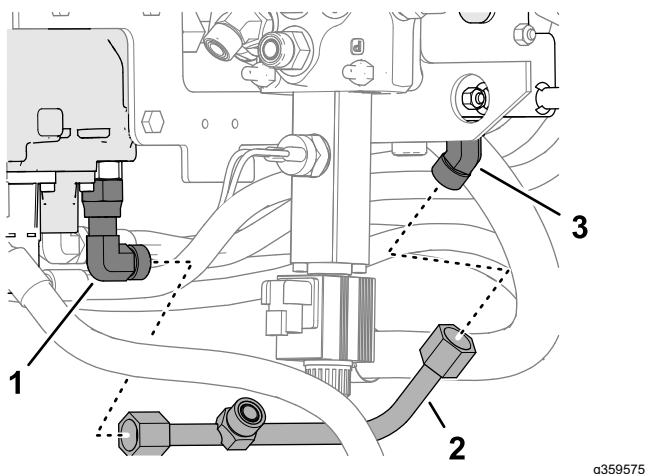
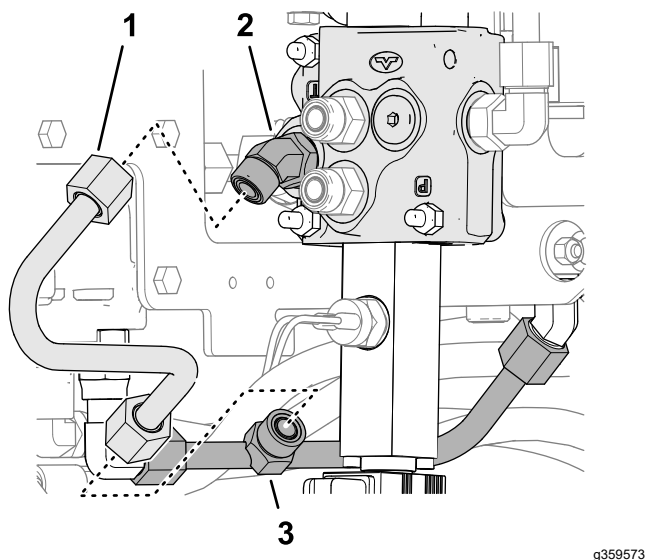

Figura 19
Figura 20
- Monte provisionalmente el tubo del colector en el acoplamiento de 90° de la válvula del brazo de carga y el acoplamiento de 45° (inferior) en el puerto T de la válvula de bajo caudal (Figura 19).
3. Monte provisionalmente el tubo en forma de S en el acoplamiento del tubo del colector y el acoplamiento de 45° en el puerto T de la válvula auxiliar (Figura 20).
4. Apriete el acoplamiento de 90° del puerto T de la válvula del brazo de carga (Figura 19) y el acoplamiento de 45° en el puerto T de la válvula auxiliar (Figura 20) a entre 79 y 98 N·m.